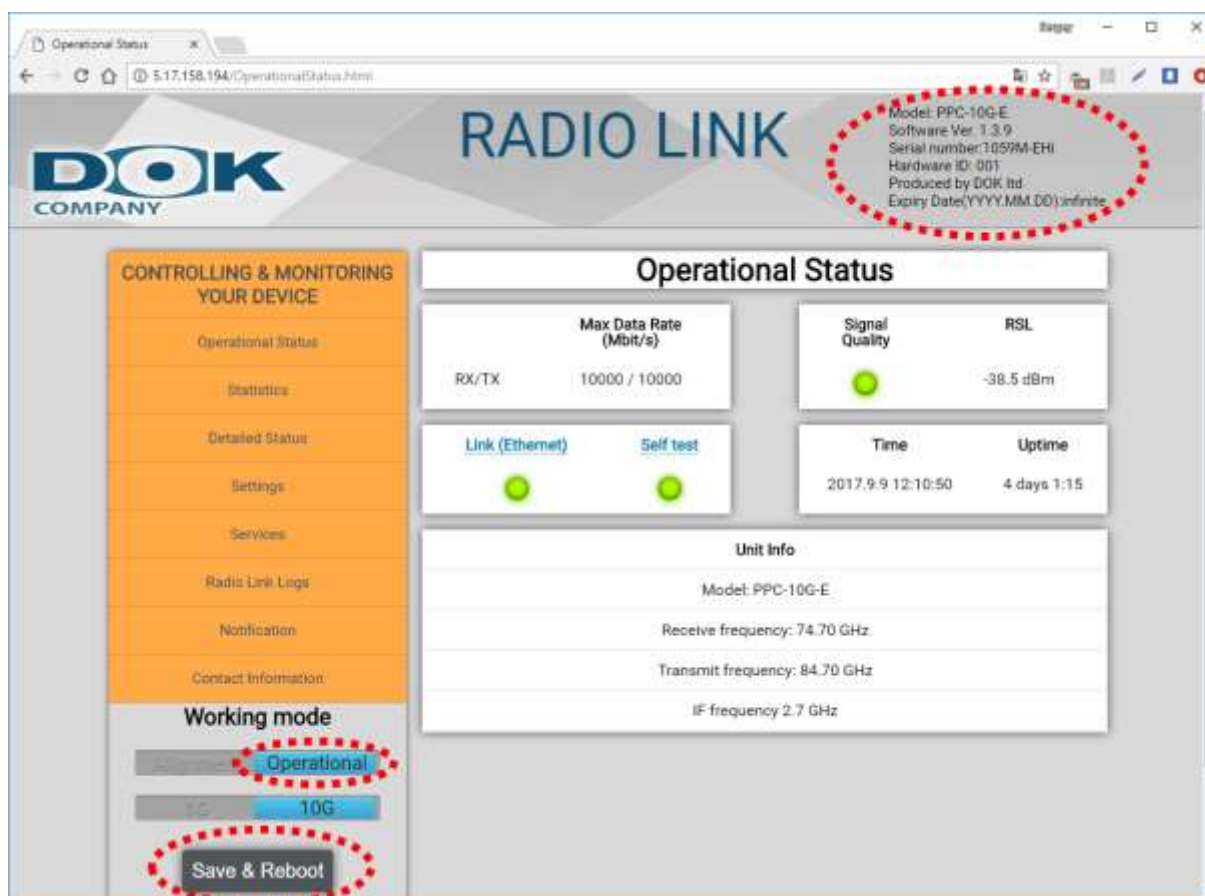

Рис. 6.2
Если радиомост эксплуатируется совместно с сетевым оборудованием, не имеющим портов 10 GE, с помощью WEB-интерфейса каждую станцию по отдельности можно переключить в режим 1 GE кнопкой **1G/10G**. Нажмите кнопку **1G** (она станет голубого цвета), затем кнопку Save & Reboot (Рис. 6.2). Повторите процедуру для второй станции.
- Выберите уровень доступа (Access Level) как администратор (**Installer**). Введите пароль по умолчанию: **111111**, и дождитесь загрузки окна WEB-интерфейса (рис. 6.2).
Примечание. При приобретении радиомоста в рассрочку (в лизинг) оператору эксплуатирующей организации выдается временный лицензионный ключ. Этот ключ необходимо ввести, выбрав вкладку **Change Key** в меню **Settings**. Временные лицензионные ключи имеют ограниченный срок действия (до следующего платежа по договору). Если не ввести вовремя очередной временный лицензионный ключ, то приемопередатчик самостоятельно отключится. Время, оставшееся до отключения (Expire Date), показывается в шапке интерфейса в правом верхнем углу окна браузера (см. рис. 6.2). После 100% оплаты выдается бессрочный лицензионный ключ (Infinitive).
- Вкладка **Change Key** используется только при приобретении радиомоста в рассрочку (в лизинг). Оператору эксплуатирующей организации выдается временный лицензионный ключ. Этот ключ необходимо ввести, выбрав вкладку **Change Key** в меню **Settings**. Временные лицензионные ключи имеют ограниченный срок действия (до следующего платежа по договору). Если не ввести вовремя очередной временный лицензионный ключ, то приемопередатчик самостоятельно отключится. Время, оставшееся до отключения (Expire Date), показывается в шапке интерфейса в правом верхнем углу окна браузера (см. рис. 6.2). После 100% оплаты выдается бессрочный лицензионный ключ (Infinite).